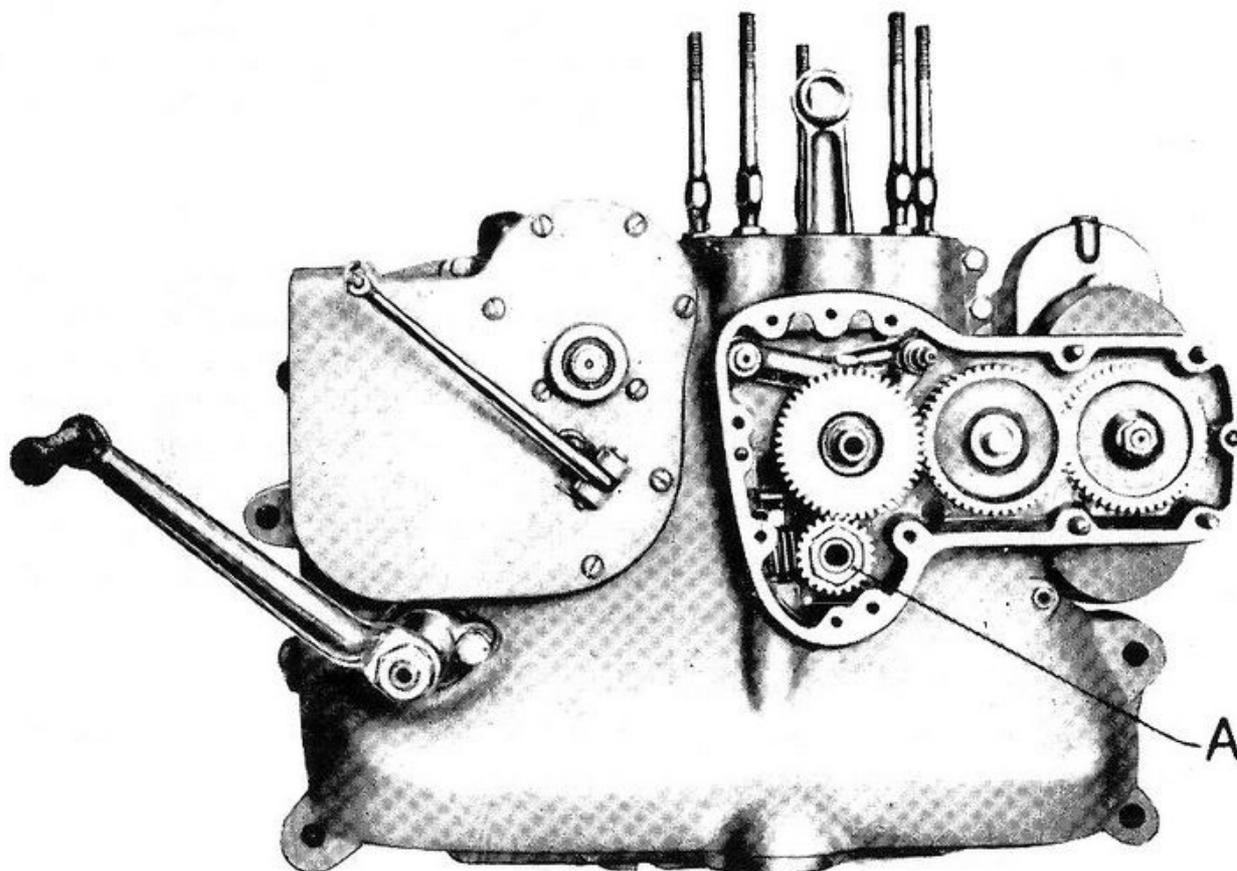

Fig. 9 - Blocco motore con la distribuzione scoperchiata
**a)** Togliere la candela con l'apposita chiave; **b)** levare il coperchio superiore e quello del registro punterie svitando le viti di fissaggio; **c)** sfilare i perni dei bilanceri avvitando nel foro maschiato di questi una delle viti di fissaggio del coperchio facendola agire da estrattore; **d)** levare i bilanceri facendo attenzione alle eventuali rondelle di registro; **e)** sfilare le aste delle punterie; **f)** allentare in modo uniforme i cinque tiranti (vedi fig. 9) che fissano